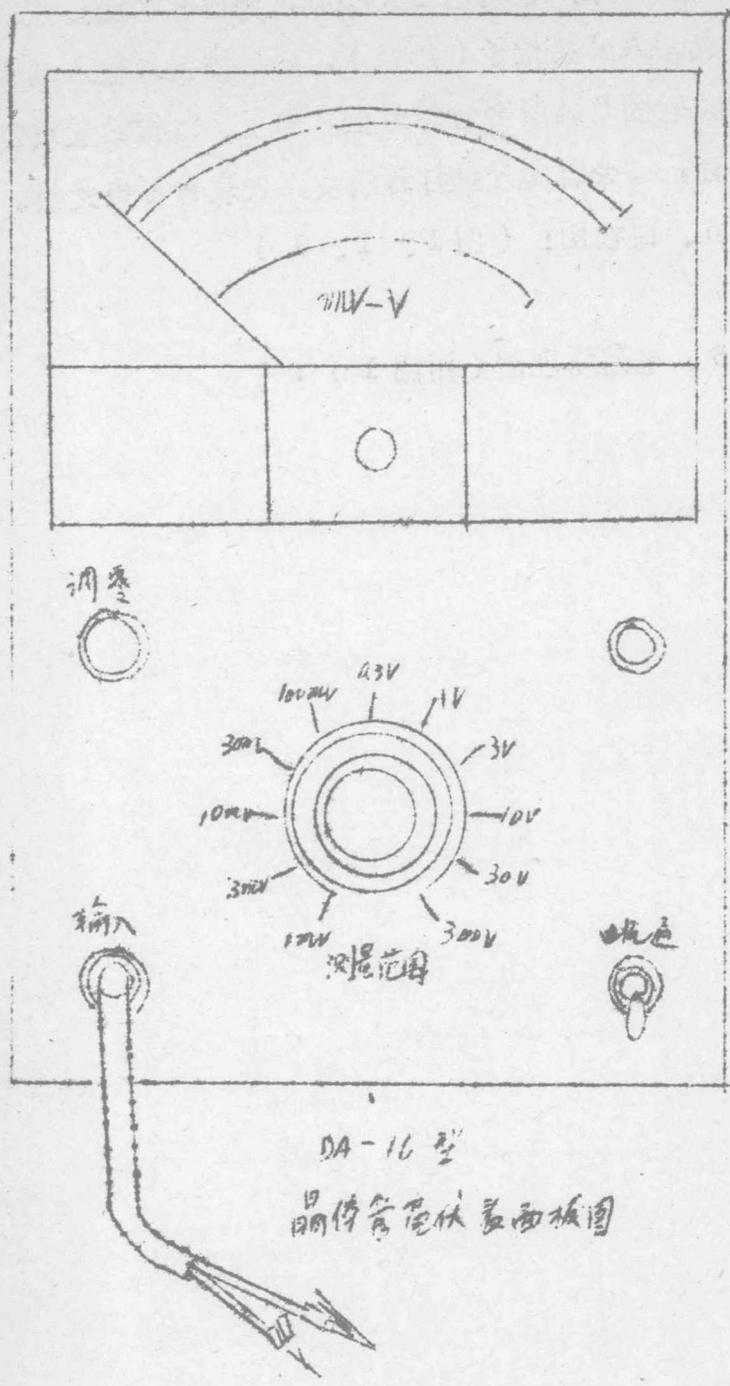

图 1. 1-1
参阅DA-16型毫伏表原理图(附图1)
5、面板图：（图 1、-1、-1）
6、电路原理图（附图 1）：